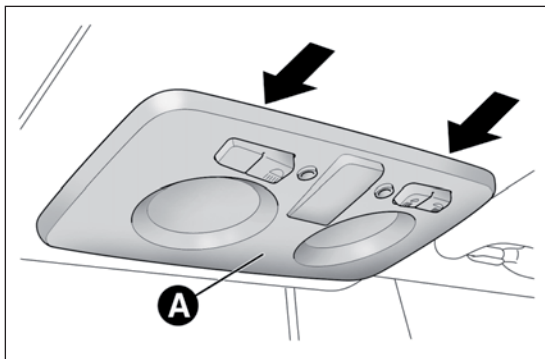
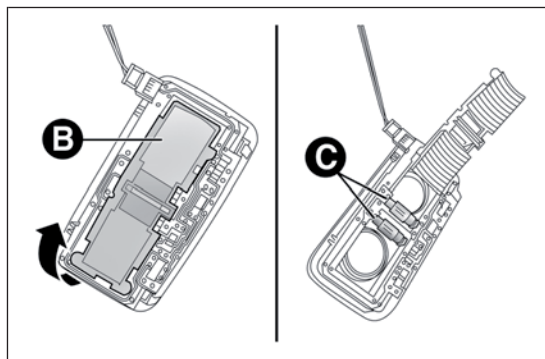

РИС. 144
РИС. 145
- снимите плафон А РИС. 144, действуя в показанных стрелками точках;
- откройте крышку В РИС. 145, замените лампы С, отсоединив их от боковых контактов. Проверьте, чтобы новые лампы были правильно зажаты контактами;
- закройте крышку В РИС. 145 и поставьте плафон А РИС. 144 на место; проверьте, чтобы плафон был хорошо закреплен.